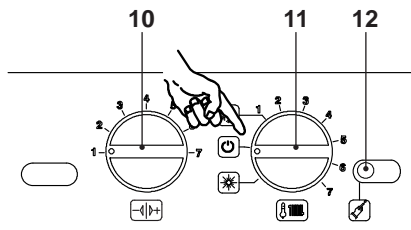

Figura 5.87
- Per uscire dalla programmazione posizionare il selettore di funzione / manopola regolazione temperatura 11 come indicato in Figura 5.87.